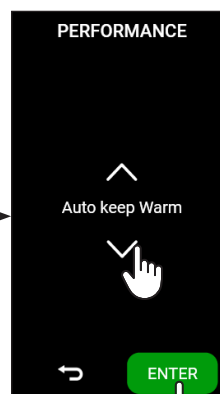

fig.11
- Vælg den ønskede præstationstilstand (for detaljer om hver tilstand, se afsnit 4.9.1.c) (fig.11);